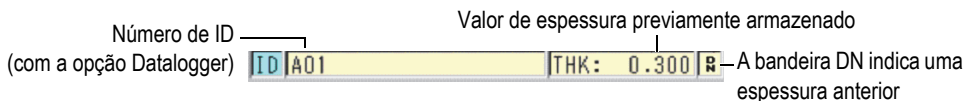

Figura 3-3 Barra ID
A barra de ID (disponível somente na opção Datalogger), que fica localizada na parte superior da tela, possui o ID da localização da medição da espessura atual e dos valores previamente armazenados (veja Figura 3-3 na página 44). O indicador de *download* (R) aparece quando a medição da espessura, previamente armazenada, provém de um arquivo ao invés de uma leitura recém-adquirida.